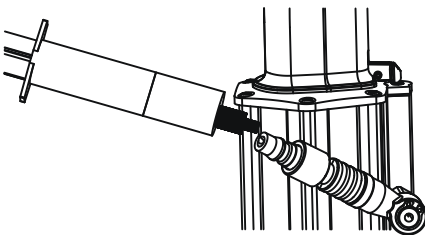

Fig. 13
- Use an air line lubricator with SAE #10 oil, adjusted to two drops per minute. If an air line lubricator cannot be used, add air motor oil to the inlet once a day (Fig.13).
- Utilisez un graisseur de ligne d'air à la norme d'huile SAE # 10, ajusté à deux gouttes par minute. Si un graisseur de ligne de l'air ne peut pas être utilisé, ajoutez de l'huile de moteur à l'entrée une fois par jour (Fig.13).